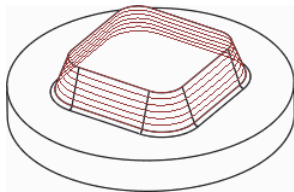

图 7.4.21 预览切削线
Step11. 在“切削定义”对话框中单击 **预览** 按钮,显示切削线如图 7.4.21 所示,最后单击 **确定** 按钮,完成切削定义。